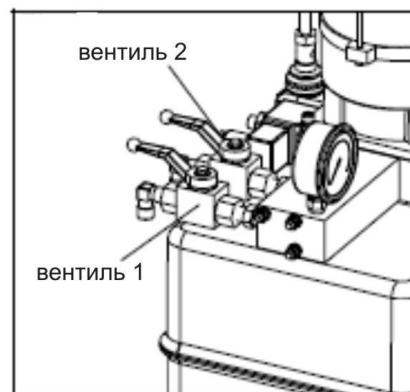

Рис. 10
- Откройте вентиль 1 (см. рис.10)